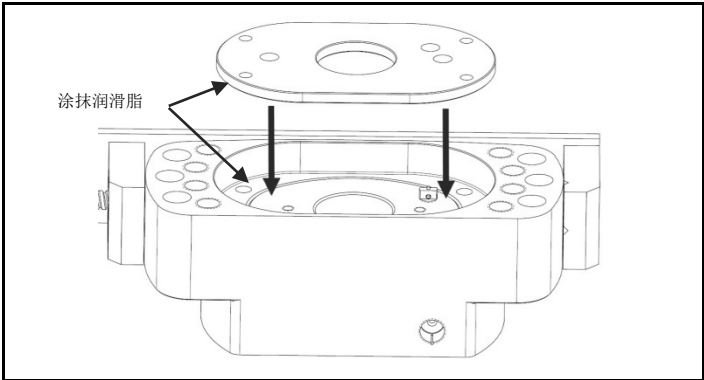
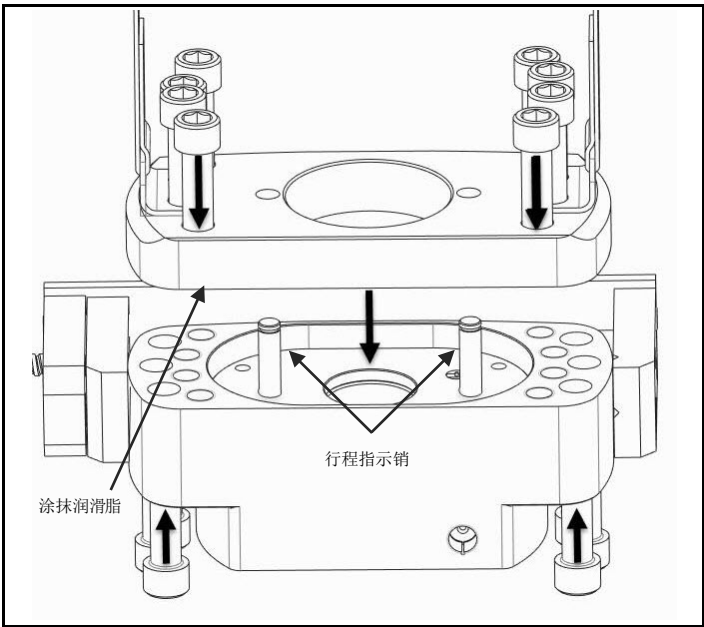

图 4.10 涂抹润滑脂，插入泄压阀总成，固定在弹簧固定板下方
图 4.11 涂抹润滑脂，插入行程指示销，将限位板安装固定到本体上
- b) 确保组装过程中保持了泄压阀总成以及行程指示销各自的对齐。（图 4.10/ 图 4.11）
拆下压缩弹簧，然后拆下套筒头（图 4.10）
确保座桥总成的所有部件均已清洁干燥完毕，无油脂沾染。涂抹新润滑脂之前，应检查所有部件已正确装配、完整组装到一起。（图 4.11）
稍微润滑套筒头的外侧，并将其从座桥上部装入座桥孔中，然后将压缩弹簧安装到套筒头上方。（图 4.11）